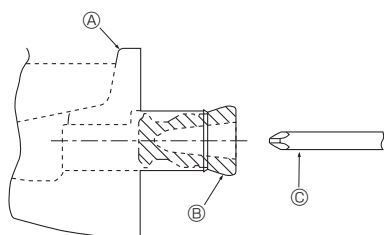

Fig. 5-1
- Для труб з лівого боку слід вставити гумову заглушку в правий дренажний отвір. (Fig. 5-1).